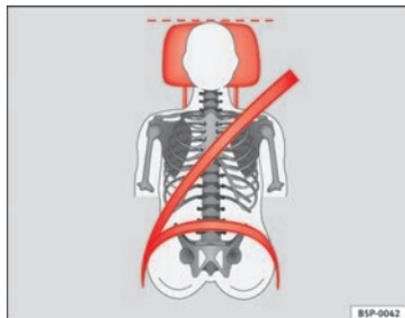
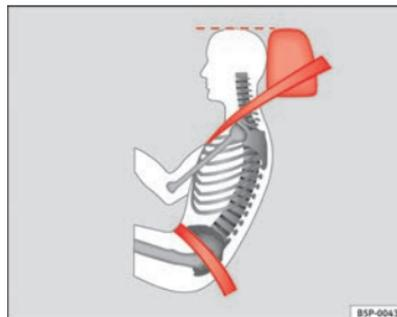

Fig. 88 Vista anteriore: poggiatesta e cinture di sicurezza posizionati correttamente
Fig. 89 Vista laterale: poggiatesta e cinture di sicurezza posizionati correttamente
- Regolare il poggiatesta portando il suo bordo superiore alla stessa altezza della parte superiore della testa, almeno all'altezza degli occhi ⇒ fig. 88 e ⇒ fig. 89.